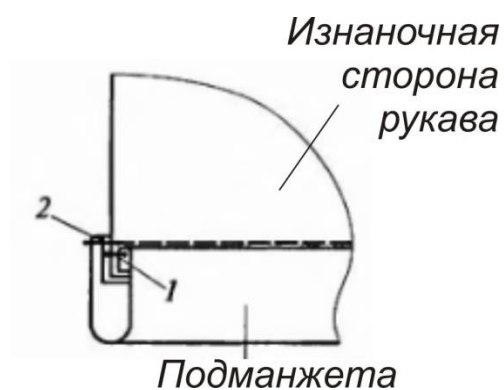

Рис.6
22. Надеть манжету на рукав, располагая изнаночную сторону манжеты к изнаночной стороне рукава и притачать к рукаву только нижний слой манжеты (подманжету), совместив срезы низа рукава и верхний срез подманжеты швом 1 см (Рис.6, строчка 1).
23. Манжету отгибают, оставшийся открытым срез манжеты подгибают внутрь и настрачивают край манжеты на шов притачивания подманжеты (Рис.6, строчка 2).